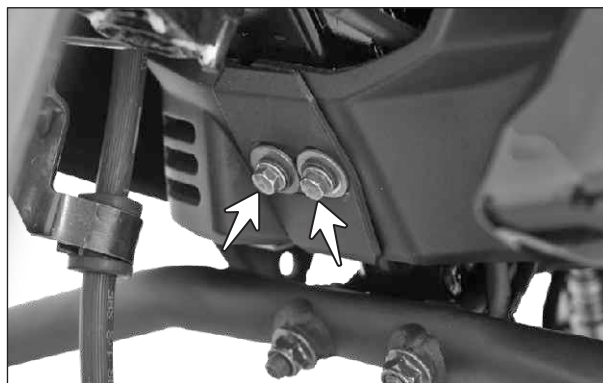

Fig. 1.36
- Retire los 2 tornillos hexagonales (M5x16) con arandela y guasa que conectan los enfocadores del depósito de combustible al chasis. (Fig. 1.36)